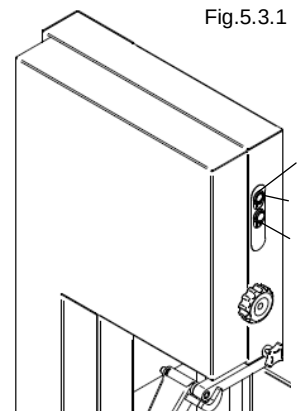

Fig. 5.3.1
5.3 - Avviamento della macchina (Fig. 5.3.1)
5.4 - Arresto della macchina (Fig. 5.3.1)